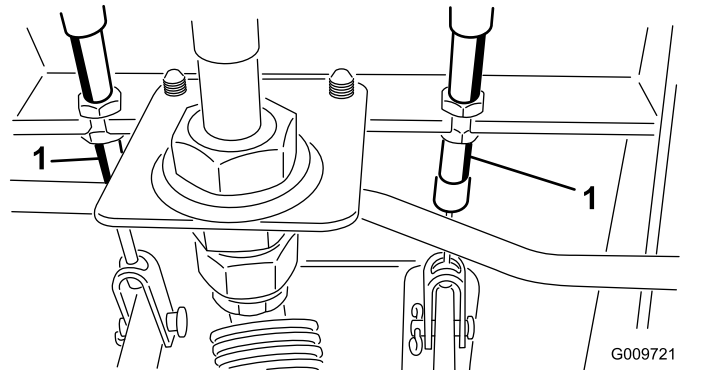

Figura 101
- A. Desaperte a porca dianteira na extremidade roscada do cabo do travão (Figura 101).